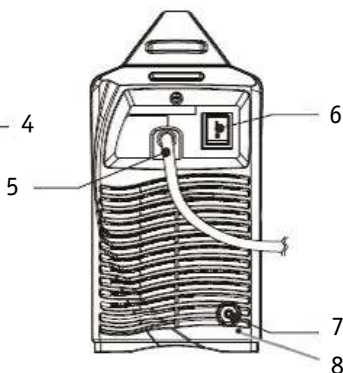
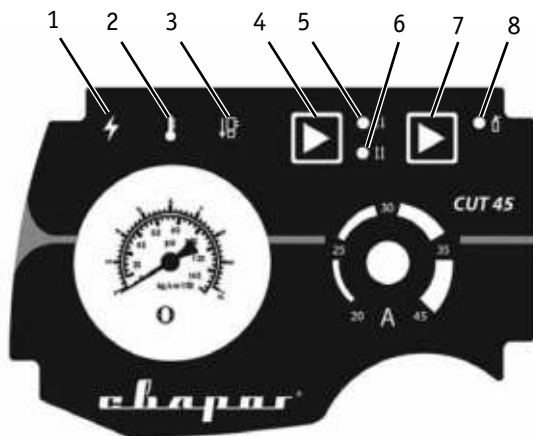

Рис. 1.2
Рис. 2
Перед началом работы необходимо установить в плазменный резак все необходимые детали. Индикаторный пистолет управления (3) (рис. 2) собирается, если чистый резак установлен не полностью или неправильно.
Подключите аппарат к однофазной сети питания 220 вольт. Включите аппарат с помощью выключателя на дне панели аппарата (6) (рис. 1.2), должен загореться индикатор сети (1) (рис. 2).
Избытки п ров воды, содерж щиеся в воздухе, н к плив ются в дрена же в виде воды, котор я вытек ет через дрена жное отверстие н з дней п нели пп р т (8) (рис. 1.2).
1. Перед н ч лом р боты осуществите холостой продув пл зменного рез к воздухом, включив режим проверки г з с помощью переключ теля режимов (7) (рис. 2), отобр ж е-мым свечением индик тор (8) (рис. 2).
2. Переведите пп р т в режим рез с помощью повторного н ж тия переключ теля режим (7) (рис. 2), индик тор (8) пог снет (рис. 2).
3. Выберите необходимый режим 2Т или 4Т с помощью переключ теля (4) (рис. 2)